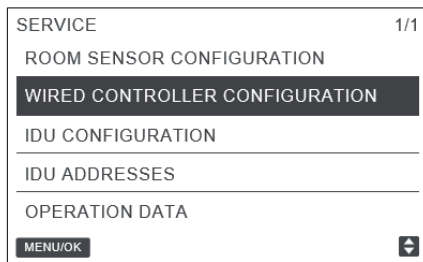

Fig. 16— Changing the Selection
Pulse TEMP UP ▲ (F) o TEMP DOWN ▼ (F) para mover el cursor y seleccionar una entrada, como muestra la Fig. 16; a continuación, pulse MENU/OK (F) para confirmar el ajuste.